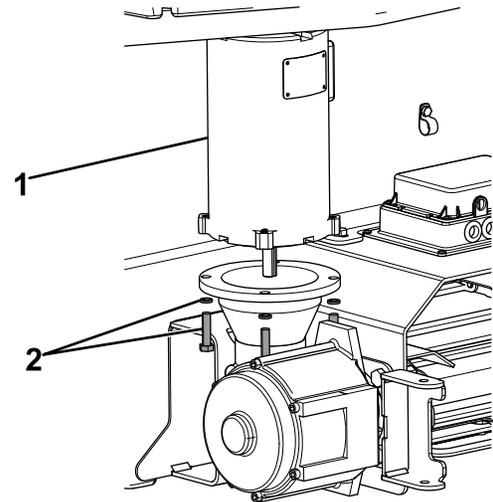

Figure 11
6. Retirez et mettez au rebut les 4 boulons et rondelles frein fendues qui fixent le moteur au boîtier d'engrenages (Figure 11). Conservez le moteur.